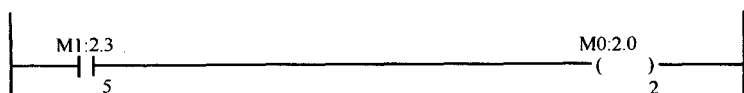

图 11-4 SLC 500 的专用 I/O 模块的 M0/M1 的立即 I/O 寻址
一些专用的 SLC 500 I/O 模块必须在使用立即 I/O 类型时才能读或写。在输入或输出数据扫描步骤, SLC 500 能被配置成被专用模块使用的数据字没有或很少被 CPU 读或写, 所以 CPU 不用为这些模块维持一个完整的复制 I/O 数据的过程。I/O 模块在它们自己的存储器文件中储存数据。专用 I/O 模块不使用我们本章中所研究的立即 I/O 指令, 取而代之的是使用标准 I/O 指令进行读和写, 但是利用 M0 或 M1 寻址告诉 PLC 在模块存储器而不是 CPU 存储器②中存储数据文件。图 11-4 展示了从一个专用 I/O 模块读和写的过程。与 Allen-Bradley I/O 映像表寻址和数据表寻址相比, M0 和 M1 寻址像个交叉。举例来说, M1:2.3/5 意味着位于插槽 2 的专用模块数据文件 1 的字 3 的位 5。前缀“M0”最初是用来表示输出模块文件, “M1”意味着输入模块文件, 但现在专用模块中 0 和 1 仅仅意味着两个数据文件中的一个而已。